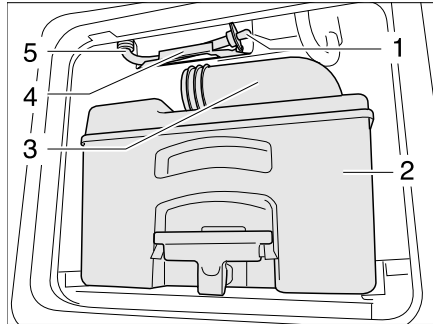

Bild 245 Ablaufschlauch Wassertank Toilette
- Kassette (Bild 245,2) an einer dafür zugelassenen Entsorgungsstelle entleeren und reinigen.
- Den Entleerungsstutzen (Bild 245,3) offen lassen.
- Ablaufschlauch (Bild 245,5) aus der Halterung (Bild 245,4) nehmen.
- Den Ablaufstößel (Bild 245,1) entfernen und Restwasser ausfließen lassen.